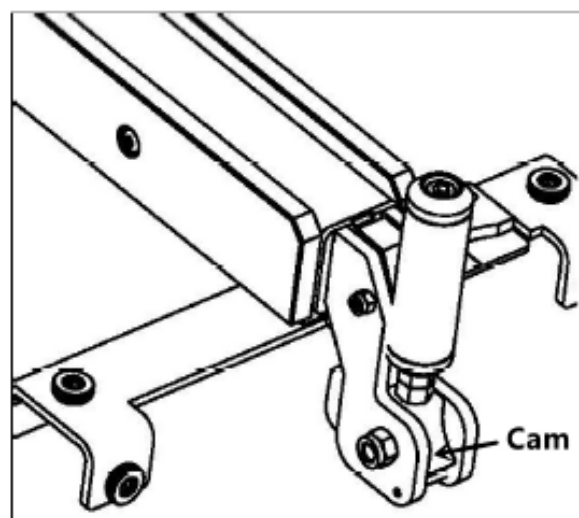

Рис.10
2. Установите параллельный упор на рейку с правой стороны от вала, как показано на рис. 10.
Убедитесь, что ножка кулачка соприкасается с кулачком на ручке замка параллельного упора, прежде чем устанавливать упор на рейку, в противном случае упор может быть установлен неправильно (рис. 10).